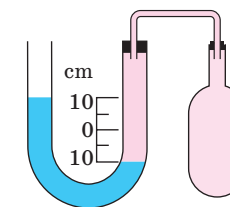

Fig. 1
6. În manometrul cu lichid, brațul stâng al căruia este deschis în atmosferă, se conține apă (fig. 1). Care presiune este mai mare – cea atmosferică sau presiunea în balon? Cu cât se deosebește presiunea în balon de cea atmosferică?